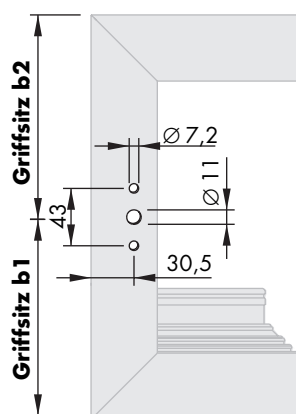

Bild 1
- E** Gewindeniete M5 bauseits in die vorgesehenen Bohrungen  $\varnothing 7,2$  (Bild 1) einsetzen und Hebel Si-line FAVORIT (**1b**) mit Senkschrauben M5 x 30 (**22**) anschrauben (Drehmoment  $2,5 \pm 0,25$  Nm).